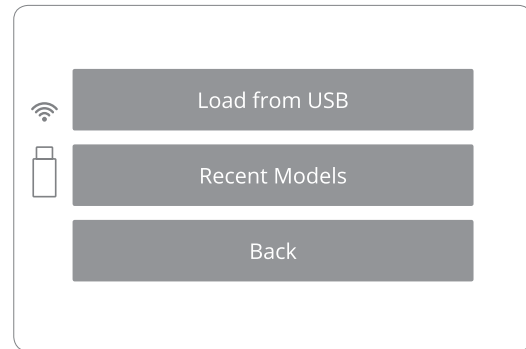

Bild 13. Anschließen eines USB-Flash-Laufwerks an den Bildschirm des LISA PRO-Druckers.
2. Nachdem Sie das Flash-Laufwerk an den LISA PRO USB-Port angeschlossen haben, wird die Option LOAD FROM USB angezeigt, und auf der linken Seite der Optionen wird ein Flash-Drive-Symbol angezeigt (Abbildung 13).